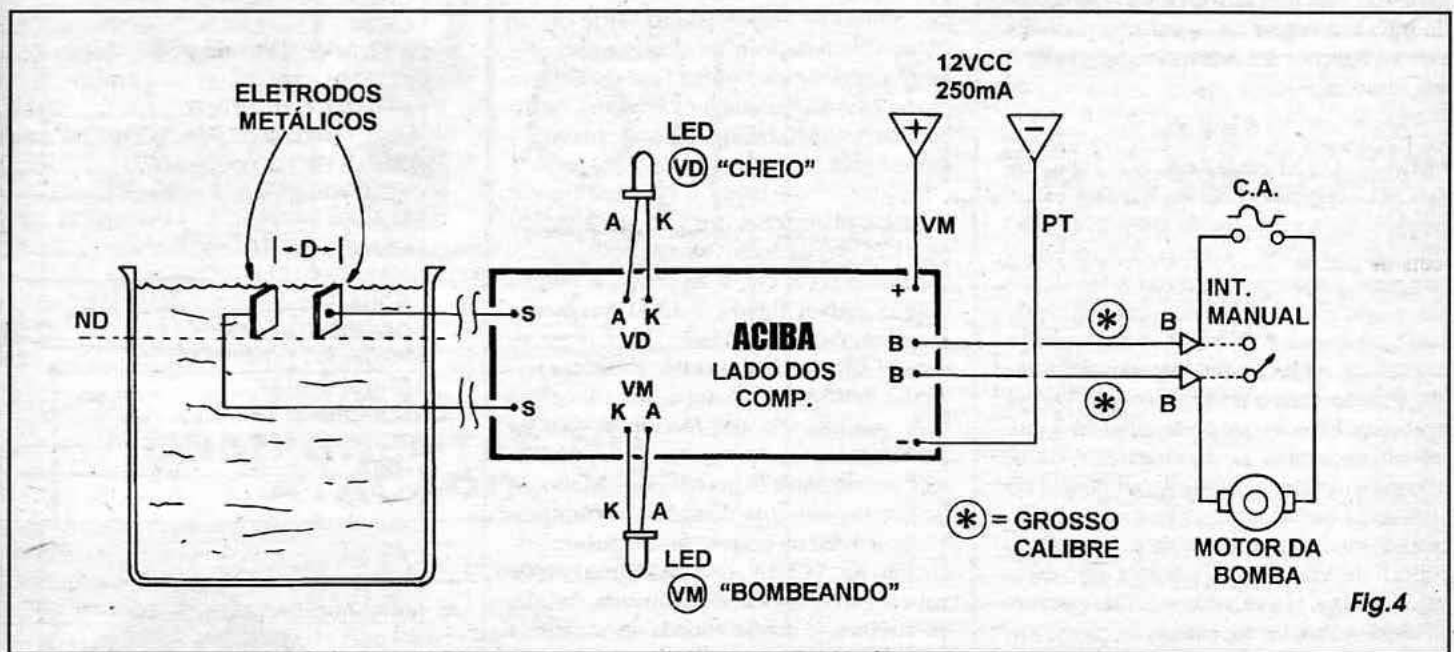
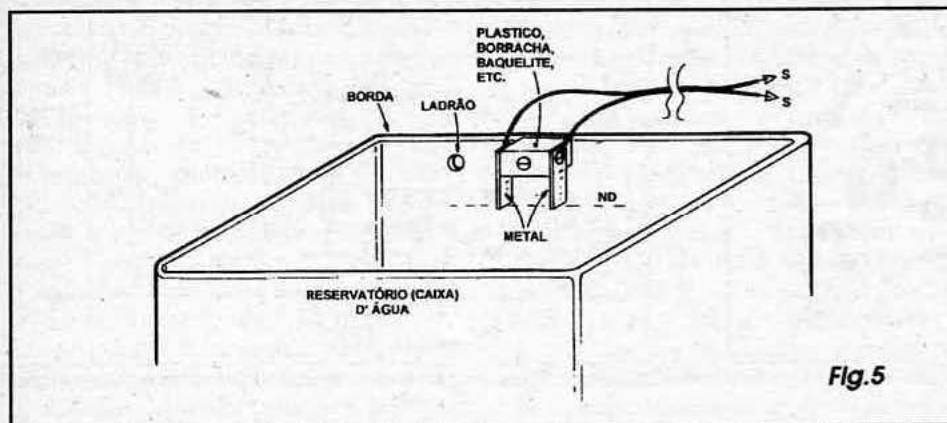

Fig. 4
Fig.5
- 1 - Par de eletrodos metálicos, podendo ser feitos com diversos formatos, dimensões e arranjos práticos (VER FIGS. 4 e 5, **MAIS ADIANTE**...) para o sensoramento do nível da água no reservatório.
- - Bomba d'água elétrica, acionada por motor (110 ou 220 VCA) de até 1000W de potência, com a respectiva instalação hidráulica e elétrica já implementada. Se a instalação existente já incluir um interruptor manual para a dita bomba, este poderá ser mantido, conforme veremos no diagrama da **FIG. 4**...
- FIG. 4 - CONEXÕES EXTERNAS À PLACA - DIAGRAMA DE INSTALAÇÃO BÁSICA - A figura inclui uma série de informações visuais importantes, centradas na própria placa, observada pela sua face não cobreada (agora, porém, desprezando-se os componentes já diretamente inseridos e soldados *sobre* a dita cuja...). Observar, inicialmente, as conexões polarizadas da alimentação do circuito (provenientes da fonte...), de preferência sob o código de cor **vermelha** para o **cabinho do positivo (+)** e **preta** para o **negativo (-)**... Notar também a identificação dos terminais dos LEDs indicadores (e respectivas cores...), levados aos pontos A-K (VD) e A-K (VM). Ainda quanto aos LEDs, lembramos que embora no diagrama eles sejam vistos ligados diretamente à placa, nada impede que - na instalação real e final do conjunto - sejam conectados através de cabinhos, no conveniente comprimento (os ditos LEDs, na verdade, poderão ser fisicamente instalados a qualquer distância desejada, com relação à placa...). Aos pontos B-
FIG. 5 - OS SENSORES... - A figura dá detalhes e sugestões importantes para a confecção/instalação do par de sensores metálicos no reservatório... Estes podem ser feitos com duas pequenas peças metálicas (lâminas, pinos, etc., com poucos centímetros de área), separadas e fixadas por um isolador de plástico, borracha, fenolite, etc., de modo que guardem entre si uma distância **D** (ver também a FIG. 4) que pode variar de 2 cm. até várias dezenas de centímetros... É importante (devido à grande sensibilidade do circuito...) que as lâminas ou pinos metálicos sensores repousem *não encostados* à superfície interna das paredes do reservatório/caixa, já que poderiam fazer *passar* os sinais elétricos alternados de monitoramento *através* do próprio material estrutu-